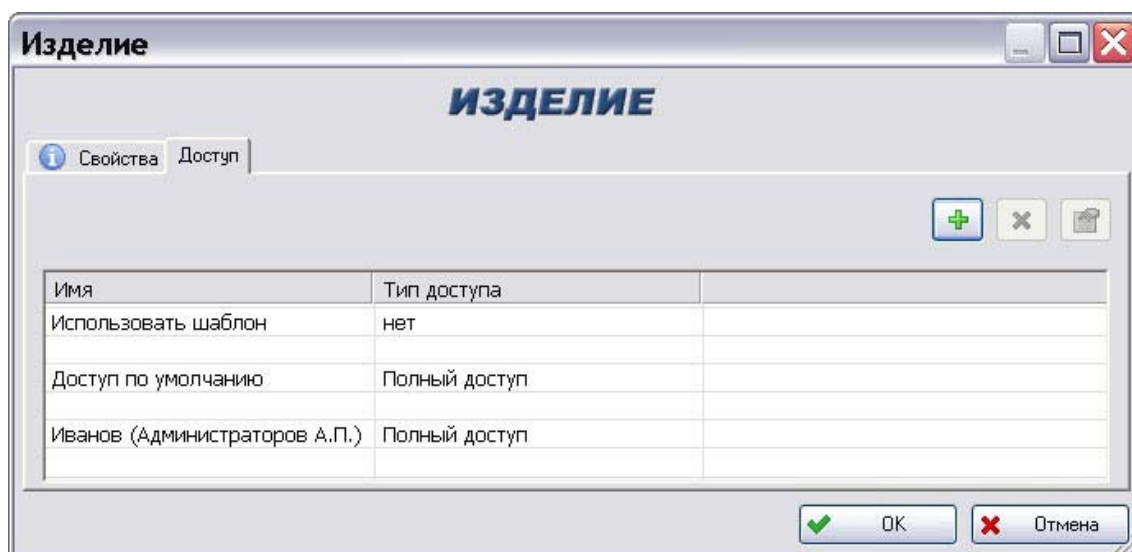

Рис. 31
4. Нажмите на кнопку **Добавить**. После этого пользователь или группа появятся в списке на вкладке **Доступ** (Рис. 31).